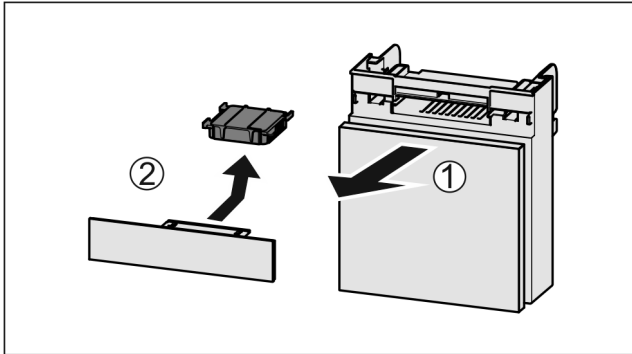

Fig. 83
- ▶ Trekk ut Fig. 83 (1) hyllen fremover.
- ▶ Ta ut Fig. 83 (2) aktivkullfilteret.